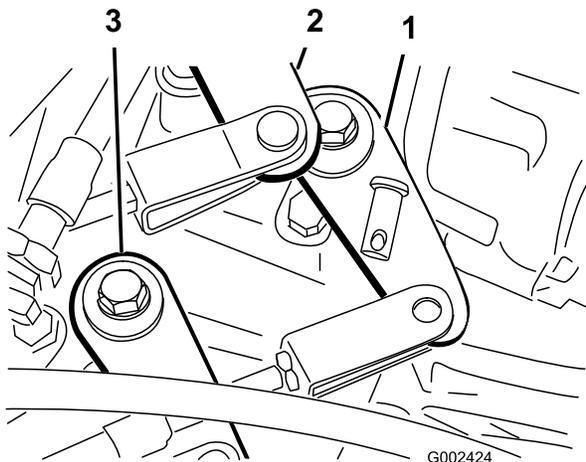

Рисунок 52
2. Снимите шплинтуемые штифты, крепящие тросики переключения передач к рычагам переключения передач (Рисунок 52).
1. Снимите шплинтуемый штифт, крепящий тросик высокого-низкого диапазона к трансмиссии (Рисунок 52).